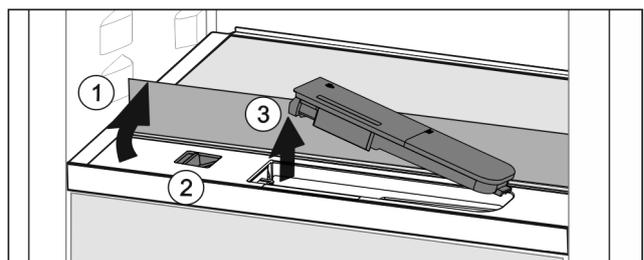

Fig. 104
- ▶ Levante la plancha de cristal y bájela hacia atrás hasta el tope Fig. 104 (1).
- ▶ Desplace la compuerta Fig. 104 (2) hacia la izquierda.
- ▶ Retire el depósito de agua Fig. 104 (3).